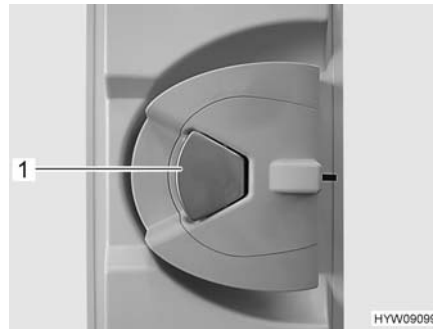

Fig. 23 Serratura della porta, lato interno
**Apertura:** ■ Tirare la maniglia della porta (Fig. 23,1).
**Bloccaggio:** ■ Premere la maniglia della porta (Fig. 23,1).